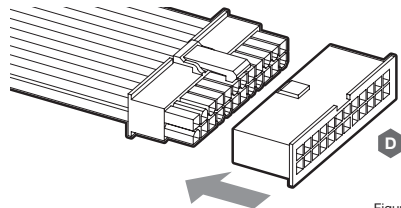

Figure 1
1. Ziehen Sie die Netzteilkabel von allen Computerkomponenten mit Ausnahme des XD5 RGB 4-poligen Molex-Stromanschlusses ab. Stellen Sie sicher, dass das Netzteil ausgeschaltet ist, entweder an der Steckdose oder über den Kippschalter auf der Rückseite des Netzteils. Schließen Sie den mitgelieferten 24-poligen ATX-Jumper Bridge-Start (D) an das 24-polige ATX-Kabel des Netzteils an. Dadurch können Sie Ihren XD5 RGB einschalten, ohne den PC einzuschalten (Abbildung 1).